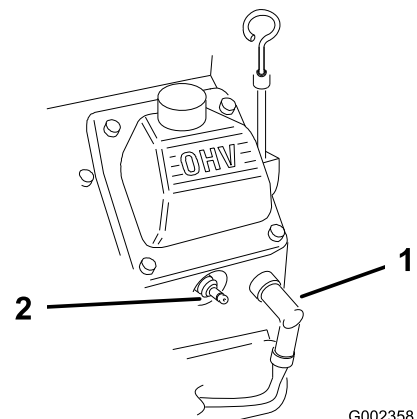

Figura 23
2. Desconecte los cables de las bujías (Figura 23).